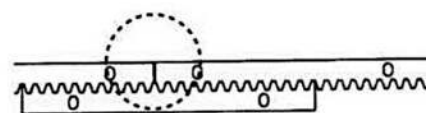

Fig.7
- Es recomendable Instalar los Empalmes de la Cremallera, Colocando una Cremallera como Guía Ver (Fig.7). Para que los Dientes se Acoplen Perfectamente en el Engrane del Operador Corredizo.
Importante: El Empalme entre las Cremalleras y el Engrane debe de ser Exacto. Asegúrese que el Paso entre los Dientes de Una y Otra Cremallera sea Igual. Empleando la técnica de la imagen Ver (Fig.7). Con ello podemos asegurar una vida útil prolongada del Operador y Portón Corredizo.